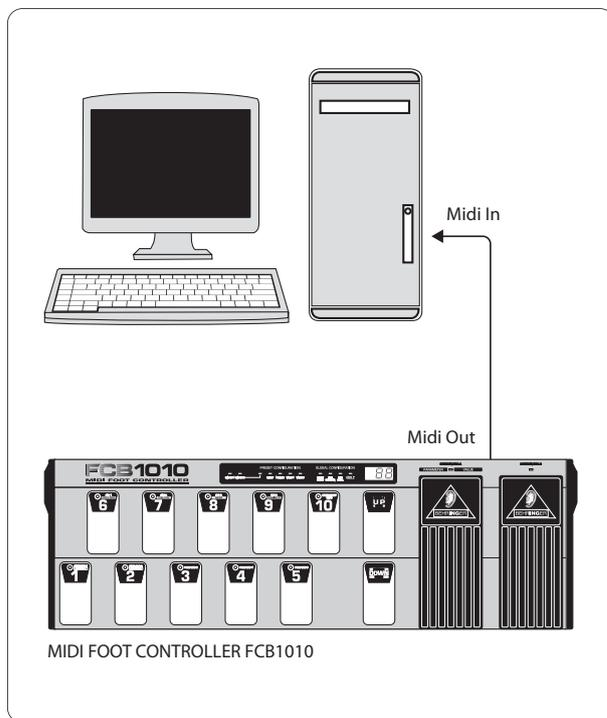

Fig. 2.5 : Emission de Dumps SysEx
- Câblez la sortie MIDI OUT du FCB1010 à l'entrée MIDI IN de votre séquenceur/ordinateur (voir Fig. 2.5)